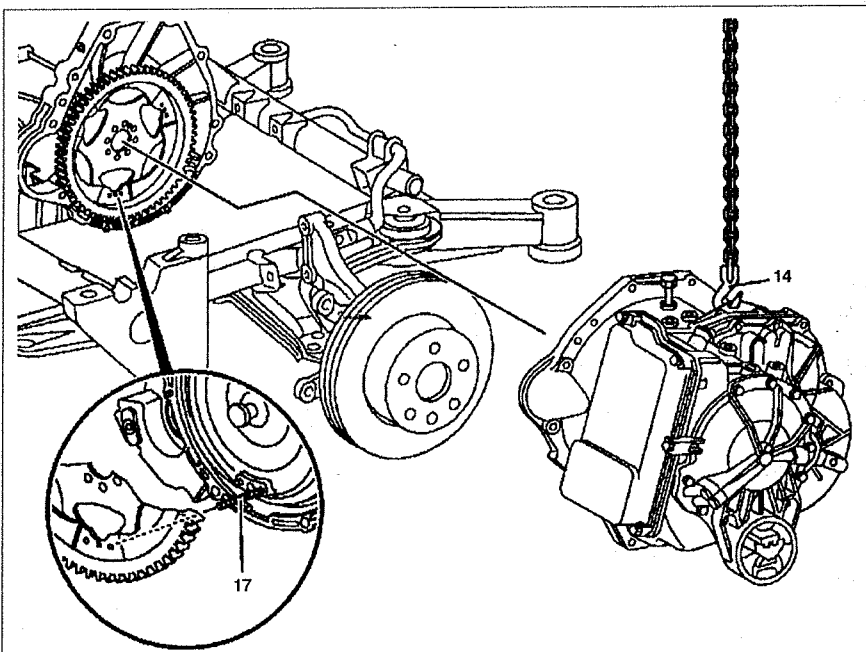

Рис. 6.48. Снятие и установка АКПП (автомобили с двигателями 111.948):
12. Используя подъемник 14, поднимайте коробку передач с двигателем до тех пор, пока опоры 9 коробки передач не разгрузятся полностью (см.рис.6.48).
21. Снимите коробку передач с двигателя с помощью подъемника (см.рис.6.48).